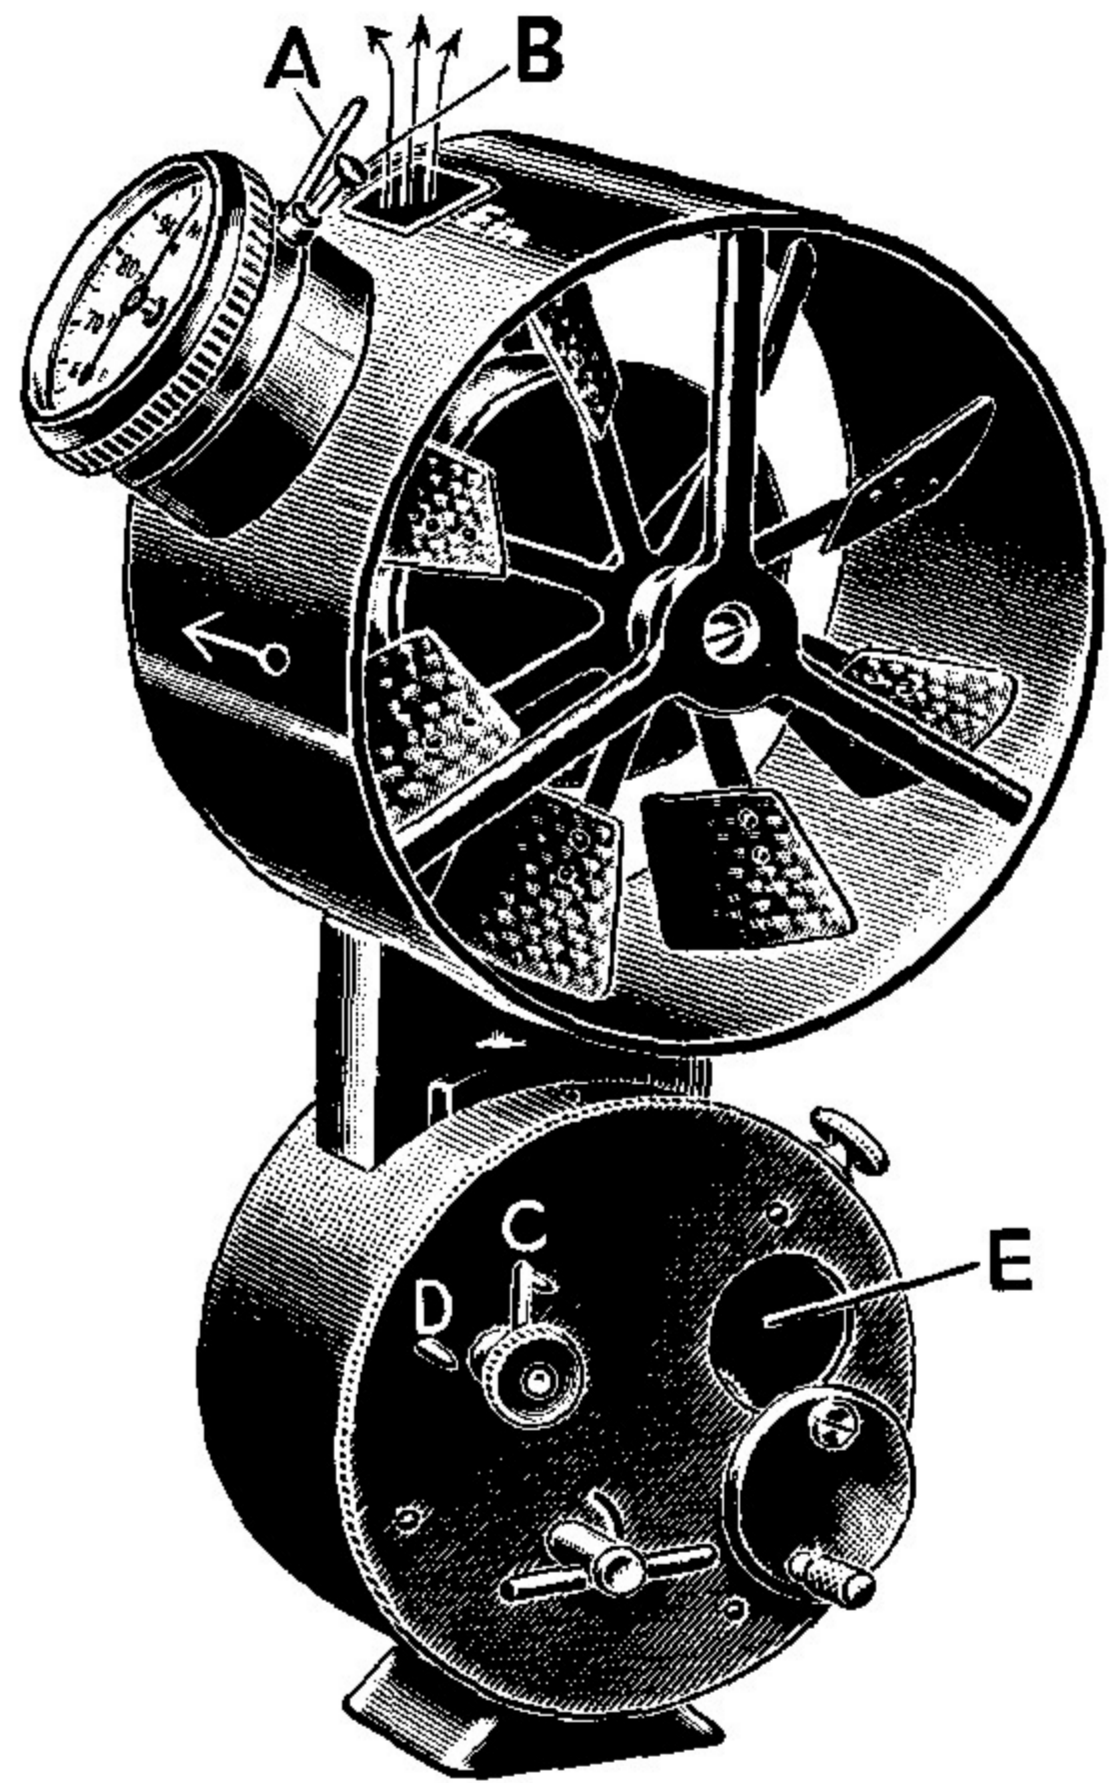

Bild 4
- 9 b    Hochempfindliches Flügelrad-Anemometer (Bild 4) für feinste Luftströmungen, besonders geeignet für Messungen vor Ort, Meßbereich 1000 m, Geschwindigkeitsgrenzen 0,02 und 12 m/sek, 93 mm äußerer Schutzringdurchmesser, mit Momentnullstellung der Zeiger, mit Hülsenhandgriff, in Transportkasten.
- 9 c    Hochempfindliches Flügelrad-Anemometer (Bild 4), genau wie unter 9 b beschrieben, außerdem jedoch mit Uhrwerk zum Ein- und Ausschalten des Zählwerkes, etwa 30 Sekunden Anlaufzeit, genau 1 Minute Meßdauer und etwa 30 Sekunden Auslaufzeit.